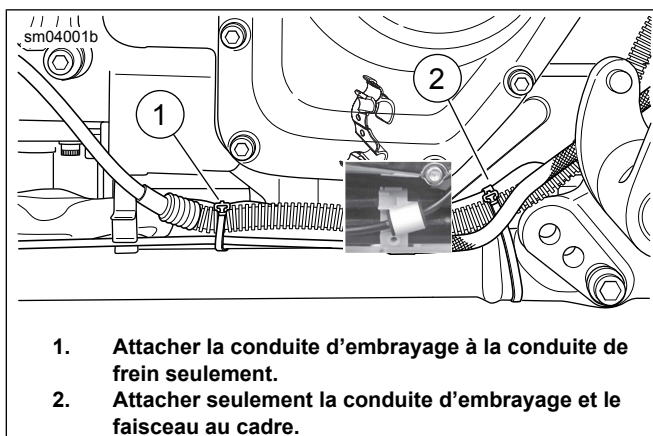
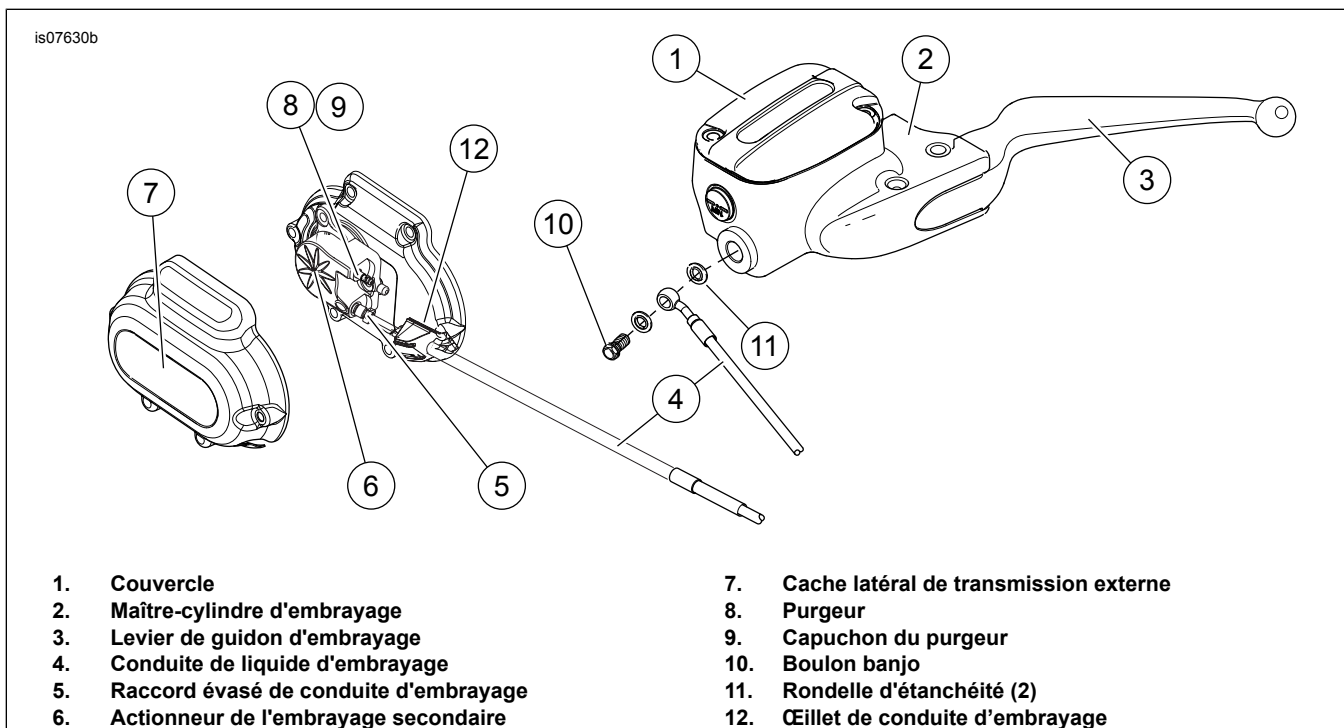

Figure 2. Emplacement du serre-câbles de conduite de liquide d'embrayage
Figure 3. Connexions de conduite de liquide d'embrayage
5. **Tous les modèles** : voir le manuel d'entretien et Figure 3 . Enlever le cache latéral de transmission (7).
6. Consulter le manuel d'entretien. Purger la conduite de liquide d'embrayage (4). Déconnecter la conduite de liquide d'embrayage de l'actionneur d'embrayage secondaire (6).
7. Déconnecter la conduite de liquide d'embrayage du réservoir de maître-cylindre d'embrayage (2). Conserver le boulon banjo (10). Mettre les rondelles d'étanchéité (11) au rebut.
10. Voir Figure 2 . Remarquez les emplacements des serre-câbles. Retirer les serre-câbles fixant la conduite du liquide d'embrayage sur la conduite du frein arrière. Enlevez les serre-câbles dans les tubes du cadre.
5. Voir Figure 3 . Poser sans le serrer le raccord évasé (5) sur l'actionneur d'embrayage secondaire (6).
6. Voir Figure 2 . Fixer la conduite de liquide d'embrayage à l'aide de nouveaux serre-câbles. Vérifier qu'il n'existe pas de contact entre la conduite et le système d'échappement ou tout autre article qui pourrait causer des dommages.
11. Voir Figure 3 . Placez l'œillet du cache latéral de transmission (12) sur la conduite de liquide d'embrayage. Mettez-le à peu près tel qu'indiqué. Positionner l'extrémité d'écrou évasé de la conduite de liquide d'embrayage (5) et l'œillet pour qu'ils s'ajustent dans l'encoche du cache latéral de transmission. Serrer l'écrou évasé.